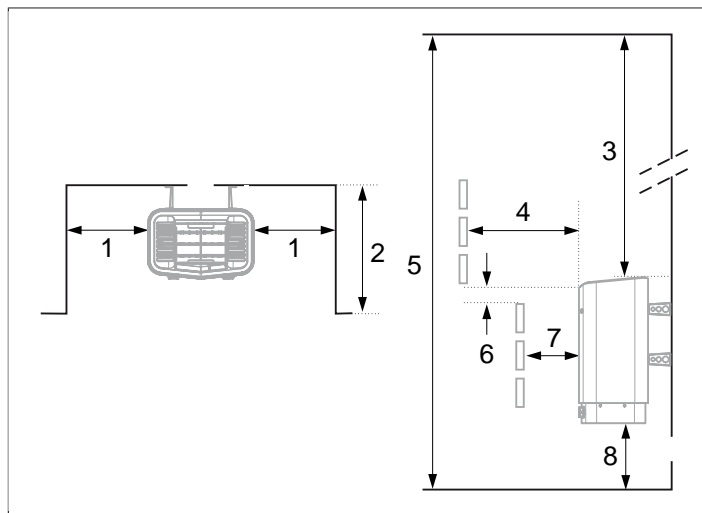

Afbeelding 2: Plaatsing van de saunakachel - normale montage
- op veilige afstand van de vloer, zijwanden en inrichting (zie **Afbeelding 2**, Pagina 2).